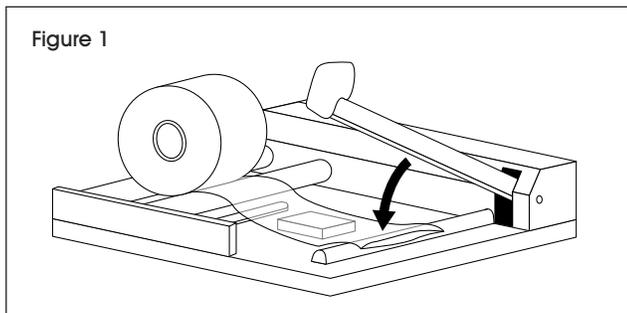

Figure 1
(See Figure 1)
2. Scellez l'extrémité extérieure du tube avec une scelleuse. (Voir Figure 1)